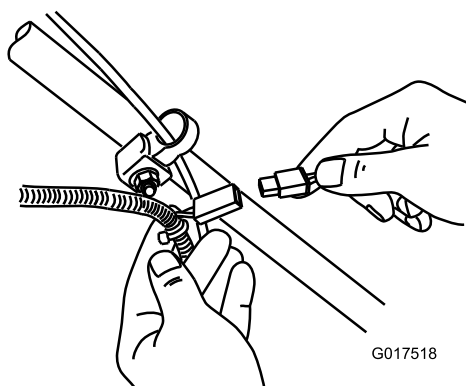

Figura 31
1. Conecte el cargador al arnés de cables situado debajo de la llave de contacto (Figura 31).